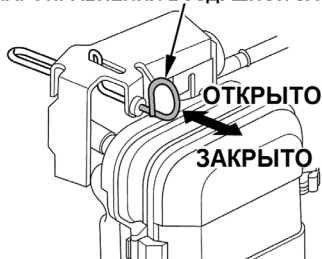

Рис. 10 Рычаг управления воздушной заслонкой карбюратора
3. Закройте воздушную заслонку карбюратора Рис. 10.